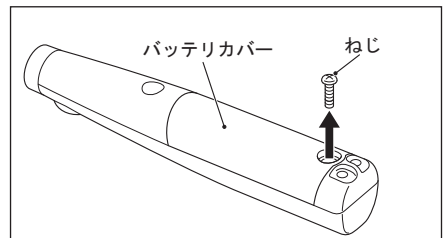

図 10
- 3)バッテリーカバーを留めているねじをプラスドライバで取り外します。(図 10)